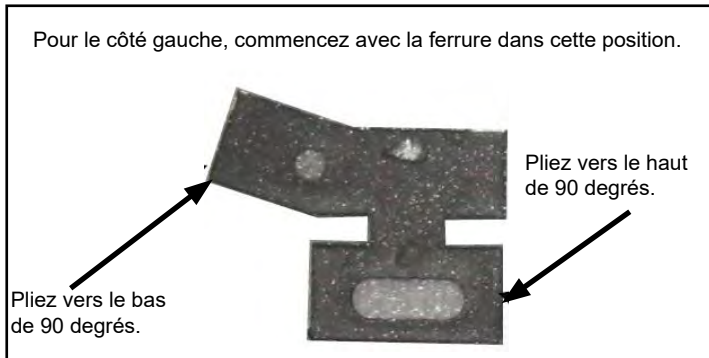

Figure 17.1.04:
Étape 2: En commençant par le PANNEAU DE GAUCHE ou DE DROITE, placez-le du côté approprié. Avec les ferrures de fixation, fixez le panneau en place. Les ferrures sont fournies plates et devront être courbées telles qu'illustrées à la **Figure 17.1.04**.